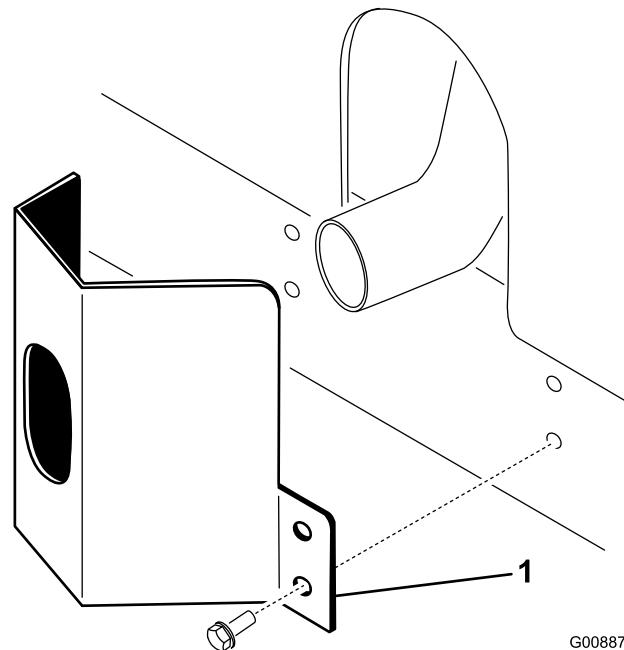

Figure 11
1. Placez la protection de l'échappement autour du silencieux et alignez les trous de montage avec ceux du cadre (Figure 11).